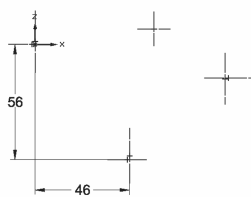

图 6-133 绘制点画线
(4) 单击【主页】选项卡【绘图】区域下的 【直线】按钮，在图纸中再绘制出两个一横一竖的 4 条点画线，如图 6-133 所示。